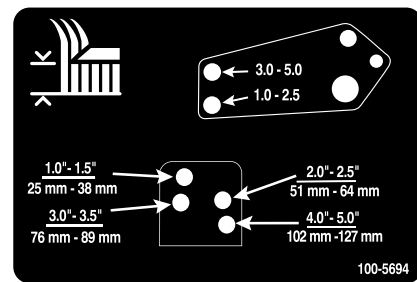

Bild 29
10. Fluchten Sie die Löcher des Stoßdämpferlenkers mit den ausgewählten Löchern in der Schnitthöhenhalterung am Mähwerkrahmen aus, setzen die Lastösenbolzen ein und bringen die Splinte an (Bild 29).